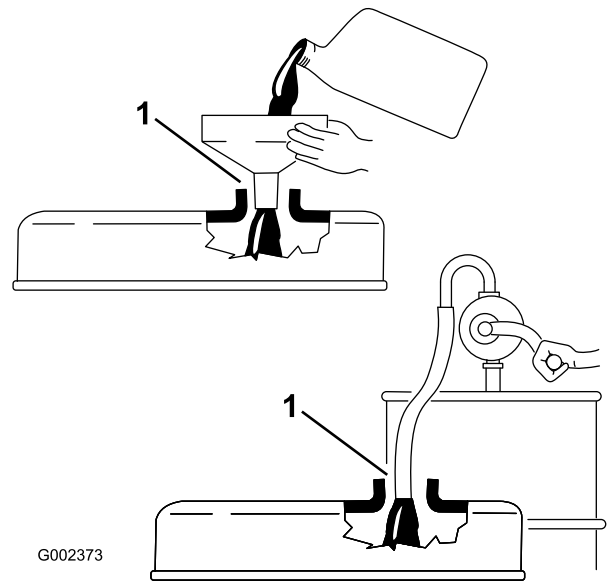

図 17
3. オイルの量が不足している場合は、補給口のキャップ（図 17）を取り、ディップスティックの FULL マークまで補給する。
重要 Wエンジン・オイルを補給する時には、補給口とジョウゴなどの間に 図 17 に示すようなすき間が必要です。これは補給の際に通気を確保し、オイルがブリーザ内部に侵入しないようにするためです。